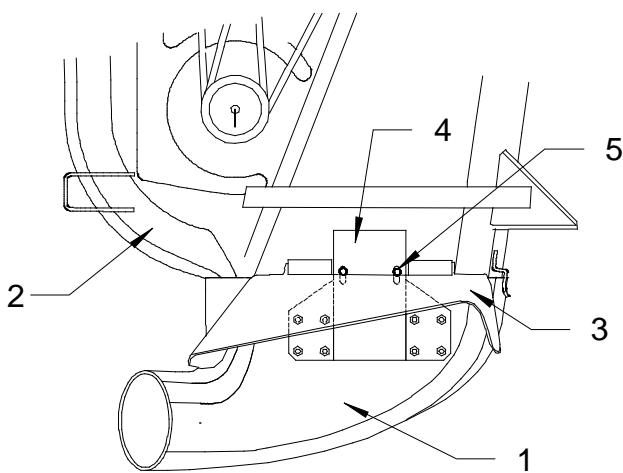

Figure 8
1. Pour monter la manche sur la tondeuse (si ce n'est déjà fait), soulever le déflecteur d'éjection de la tondeuse (ne pas l'enlever) et introduire le canal d'accrochage de la manche entre le déflecteur et le carter de tondeuse (fig. 8).
2. Laisser le déflecteur redescendre. Il devrait bloquer la manche en place derrière la tête des boulons (fig. 8).
3. Si les boulons ne sont pas bien placés pour bloquer la manche en position, les desserrer et les faire glisser dans une position telle que le déflecteur bloque correctement la manche en position. Resserrer les boulons (fig. 8).
4. La manche doit coller étroitement à la tondeuse (fig. 8).
2. Si la manche ou le tube d'aspiration se bouchent, débrayer la tondeuse, reculer le tracteur de 2 à 3 mètres (6 à 10 ft.), couper le moteur, serrer le frein de stationnement, retirer la clé de contact, débrancher la ou les bougies, et soulever le déflecteur pour décrocher la manche de la tondeuse (fig. 8). Détacher la manche et le tube, enlever l'obstruction et les remonter. Disperser l'herbe coupée devant le tracteur.